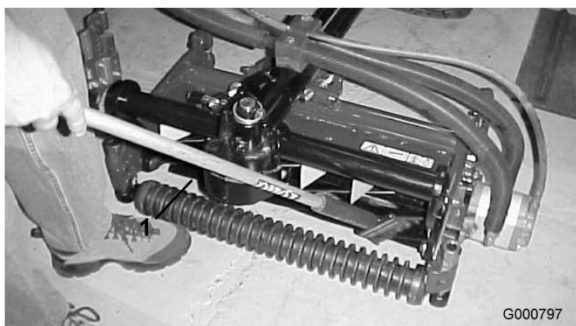

Figura 71
8. Aplique o produto de rectificação com uma escova de cabo comprido (peça Toro nº 29-9100). Nunca utilize uma escova de cabo curto (Figura 71).